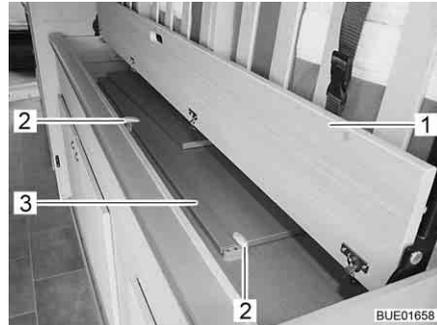

Fig. 83 Ensanchamiento de cama, retenido
- Girar hacia arriba la tapa (Fig. 83,1).
- Girar hacia el lado los soportes (Fig. 83,2).
- Sacar el ensanchamiento de cama (Fig. 83,3) del armario inferior y depositarlo a un lado.